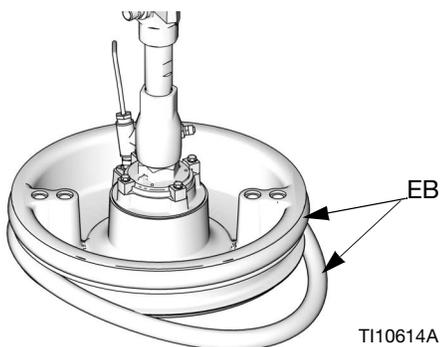

FIG. 42
1. Con una herramienta de madera o plástico para evitar dañar el rascador (EB), limpie todo el material de las ranuras de la junta.
2. *Trabajando desde abajo*, incline un rascador (EB) sobre la parte trasera del plato (AD). Consulte la FIG. 42.
3. Inserte el rascador (EB) en la ranura superior y haga pasar la parte delantera del rascador por la ranura.
4. Si se utiliza un plato de 200 l (55 gal.), inserte el segundo rascador (EB) en la ranura inferior y haga pasar la parte delantera del rascador por la ranura.